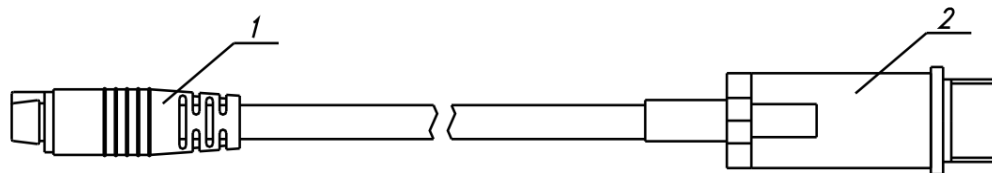
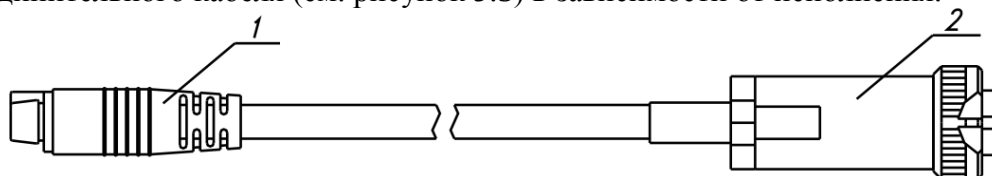

Рисунок 3.4 Кабель-удлинитель для измерительных преобразователей, приведенных в **ПРИЛОЖЕНИИ В** в пунктах **1, 4, 6, 7**;
Рисунок 3.5 Соединительный кабель для измерительных преобразователей, приведенных в **ПРИЛОЖЕНИИ В** в пунктах **2, 3, 5, 8**;
Преобразователи при необходимости подключаются к измерительному блоку с помощью встроенного кабеля, кабеля-удлинителя (см. рисунок 3.4) или соединительного кабеля (см. рисунок 3.5) в зависимости от исполнения.
- 4.3** Соединить измерительный блок и измерительный преобразователь, при необходимости, воспользовавшись кабелем-удлинителем (см. рисунок 3.4) или соединительным кабелем (см. рисунок 3.5) в зависимости от исполнения преобразователя. В случае если анализируемая среда предполагает содержание механической пыли, паров масла принять меры по их устранению.